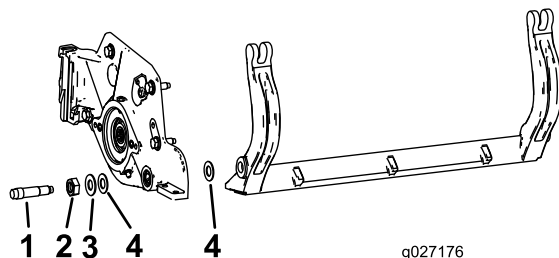

Рисунок 25
Помните о наличии двух нейлоновых и одной штампованной стальных шайб с каждой стороны неподвижного ножа (Рисунок 25).
3. С каждой стороны установите нейлоновую шайбу на выступ боковой пластины. На нейлоновые шайбы установите стальные шайбы (Рисунок 25).